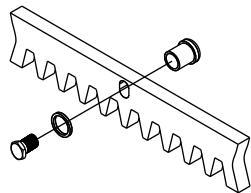

Fig. 8
6.2. fissare ad ogni elemento di cremagliera i nottolini di supporto mediante le relative viti di bloccaggio, avendo cura di posizionarli nella parte superiore dell'asola (Fig. 8);